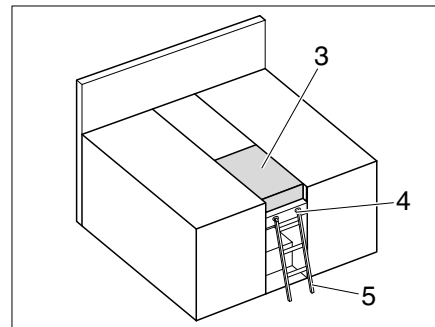

Bild 179 Dubbelsäng
- Lägg på extradynor (Bild 179,2).
- Ta bort den extra stoppningen (Bild 179,3).
- Skjut in förlängningen (Bild 179,1) och haka fast fästremmen (Bild 179,2).
Stege För att komma upp i den övre sängen ska man använda den seriemässigt medföljande stegen (Bild 179,4).
Haka fast: ■ Haka fast stegen (Bild 179,4) med krokarna i hållaren (Bild 179,3) på ramen.